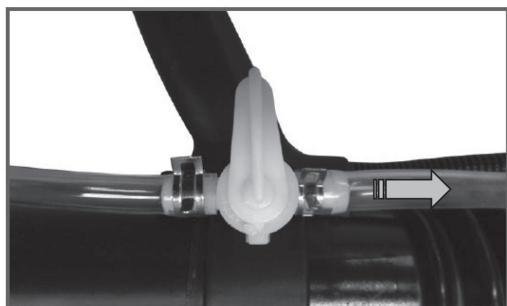

Рис. 37
- Підключіть в'ядаючи до сопла випускний шланг для падачі вадкасці ад вентыля падачы раствора (рис. 37).